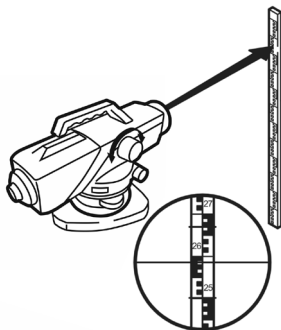

Рис. 4
Вращайте кремальеру (2) вперед или назад, для фокусировки на большее или меньшее расстояние соответственно. С помощью винта горизонтального наведения (3) расположите изображение рейки посередине сетки нитей (рис. 4).